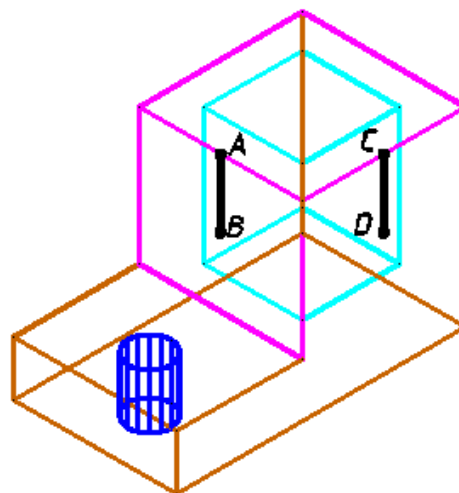

Рис. 30
- для формирования отверстий диаметром 20 и 10 мм провести вспомогательные отрезки АВ и CD равные 25 мм (рис. 30);
- щелкнуть по кнопке **ПСК на грани** (), а затем по грани детали с отрезком АВ (рис. 30);